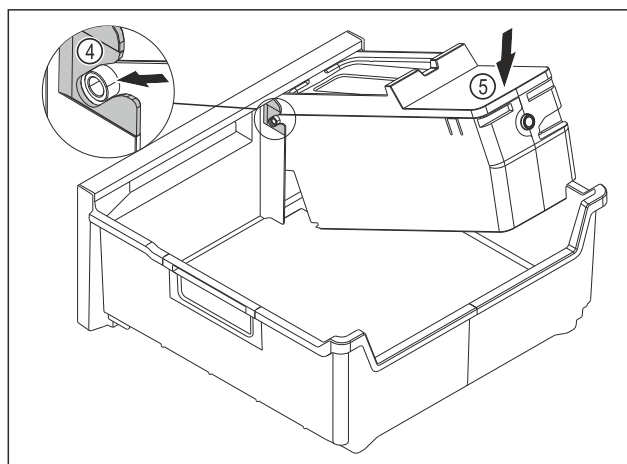

Fig. 121
- ▶ Смонтируйте корпус EasyTwist-Ice: Вставьте оси корпуса EasyTwist-Ice в направляющие Fig. 121 (4).
- ▶ Вдавите корпус EasyTwist-Ice Fig. 121 (5) вниз.